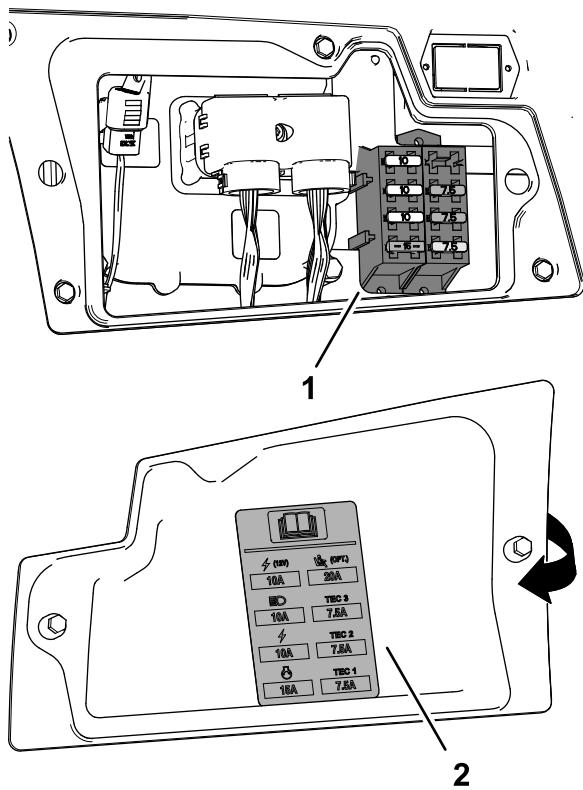

図 130
- 切れているヒューズを交換する 図 130。同じタイプ、同じ電流値のヒューズに交換する。